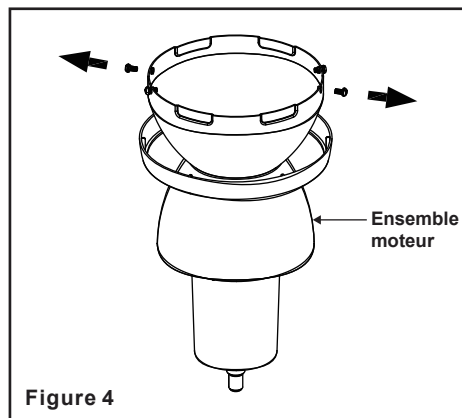

Figure 4
Étape 2 : Retirez partiellement les deux vis de montage en diagonale des trous ronds et conservez-les pour usage ultérieur. Desserrez ensuite les deux autres vis (Figure 4).